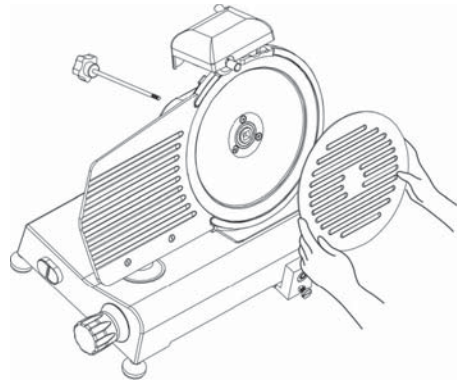

Abb. 6 – Abnehmen der Abdeckung des Messers
Den Drehknopf der Befestigungsscheibe (1) (Siehe Abb. 6) abschrauben, damit man die Abdeckung des Messers (2) abnehmen kann.